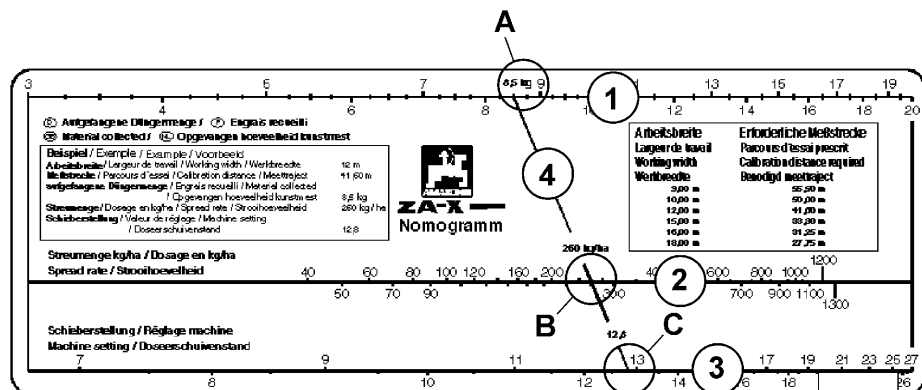

Fig. 36
- Sök upp värdet (A) för den uppsamlade gödselmängden (8,5 kg) på den övre skalan (Fig. 36/1) och skalvärdet för den önskade gödselgivan (260 kg/ha) på den mitre skalan (B). Gör en rak förbindningslinje (Fig. 36/2) genom båda punkterna (med t ex linjal). Förlängningen från denna linjen visar på den undre skalan (Fig. 36/3) det erforderade inställningsvärdet (C), i detta fallet "12,8".